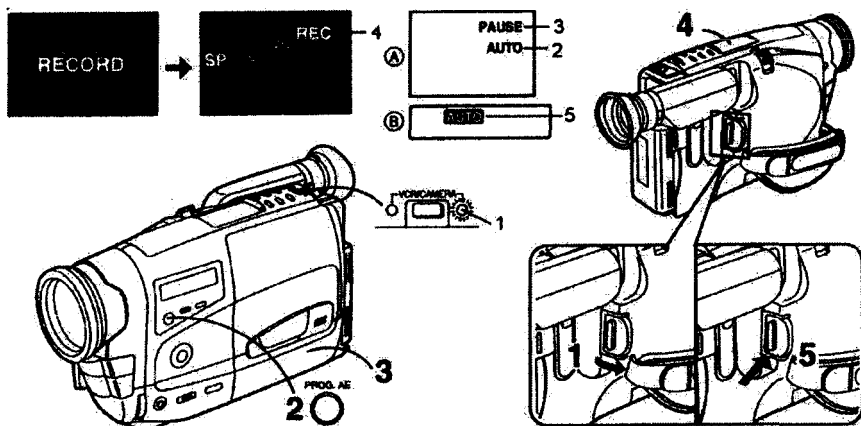

Рис. 3.22. Запись в автоматическом режиме
1. Повернуть от видеокамеры переключатель Power для ее включения. Высвечивается лампа Camera 1 (рис. 3.22).